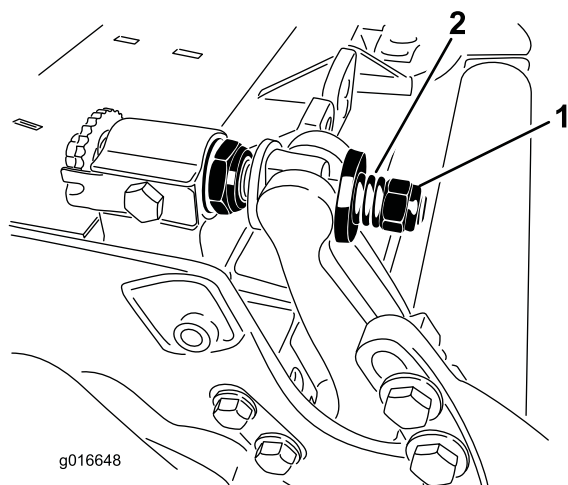

Figura 36
3. Serrate il dado di tensione della molla finché la molla non si piegherà, quindi allentate di 1/2 giro (Figura 36).
10. Serrate il dado su ciascun gruppo di regolazione della barra di appoggio fino a comprimere completamente la molla di compressione, quindi allentate il dado di 1/2 giro (Figura 36).